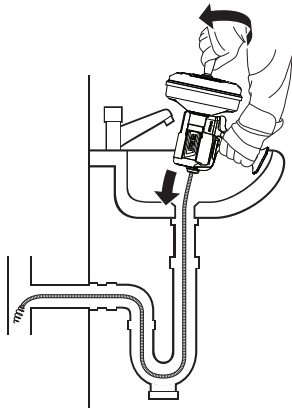
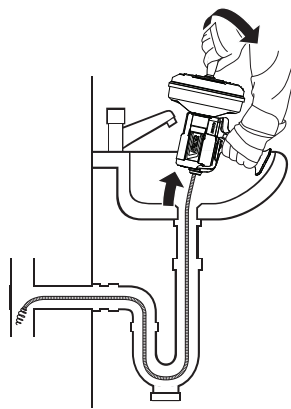

Figura 6 – El cable avanza
Figura 7 – El cable se retrae
4. Si gira el tambor hacia la derecha, el cable avanza (Figura 6). Si gira el tambor hacia la izquierda, el cable se retrae (Figura 7). El operario también puede avanzar o retraer
8. Recupere el cable (*Figura 7*). Preste atención al cable a medida que lo va retirando, ya que podría atascarse.